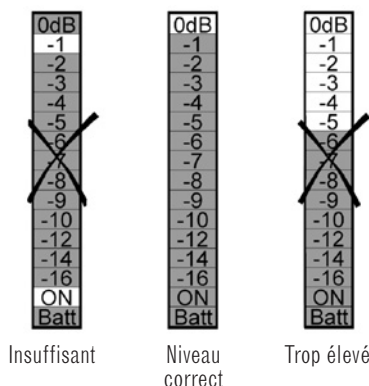

Figure 5. Réglage des niveaux woofer pour que le pic corresponde à 0dB
Pressez **Play** ▶. Pendant la lecture de la piste 3, observez les indications du sonomètre pour repérer les pics de réponse. Un pic peut se manifester par un simple flash. Réajustez la commande de niveau subwoofer ❹ jusqu'à ce que le pic observé allume 0dB sans déclencher l'indication Hors-gamme (Figure 5).